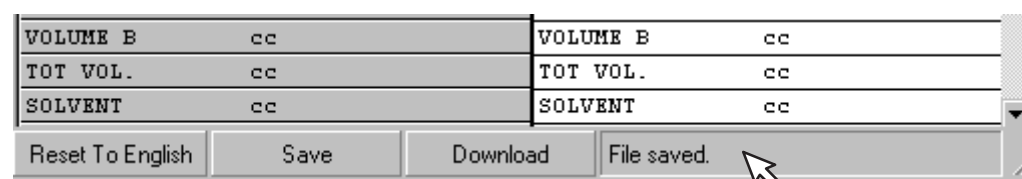

Fig. 13.64
7. Si se ha guardado con éxito, en la esquina inferior derecha de la pantalla aparecerá "Archivo guardado". Vea la Fig. 13.64.